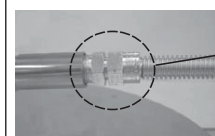

FIG. 11-3
4. Détachez délicatement le connecteur attache à la porte de l'orifice (voir Fig. 11.3) et dévissez la porte de l'orifice du tuyau du brûleur (voir Fig. 11.4)
Remplacez le support de l'orifice et rebranchez le connecteur de la vanne (voir Fig. 11.3). Le régulateur doit maintenant être converti au nouveau type de gaz.